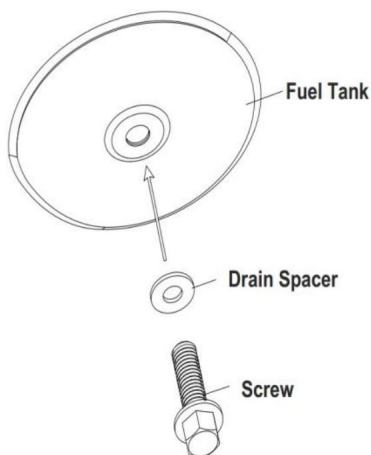

Fig.7 Réinstallation du bouchon de vidange
4. Pour le remplacer, poussez complètement la tête de vidange dans le trou de vidange et fixez-la en poussant le capuchon d'étanchéité à fond dans le trou de tête (voir Fig.7).